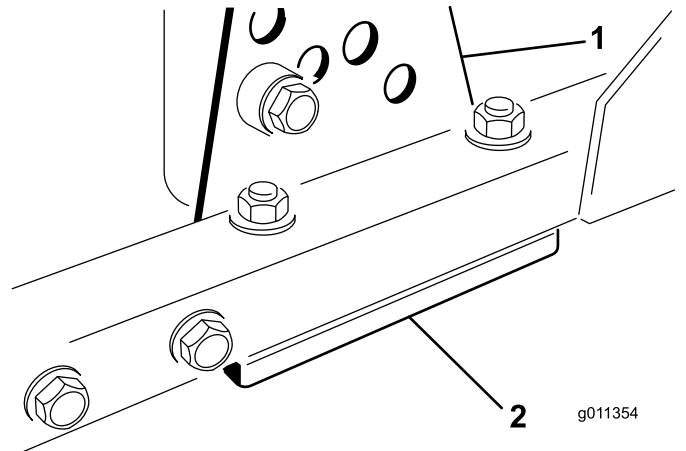

Figura 128
1. Îndepărtați consola pentru înălțimea de tăiere (față, stânga sau dreapta) de pe cadrul unității de tăiere (Figura 128).
2. Reglai lamele de 1,5 mm i/sau de 0,7 mm între cadrul unității de tăiere i consolă pentru a obține setarea dorită a înălțimii (Figura 128).